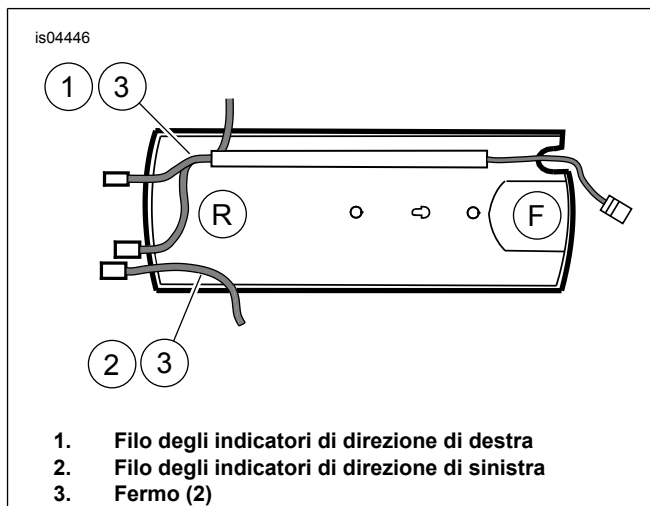

Figura 3. Fili e fermo degli indicatori di direzione (vista dal basso)
5. Vedere Figura 3. Staccare il cablaggio degli indicatori di direzione (1, 2) dai fermi (3) sotto la parte posteriore del parafrangente ed estrarre i fili.